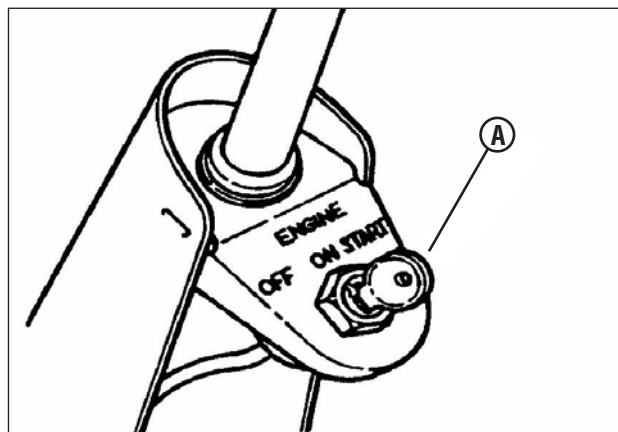

Figura 7: Chave de ignição
6. Gire a chave de ignição (A, Figura 7) para a posição de “PARTIDA” até o motor pegar.